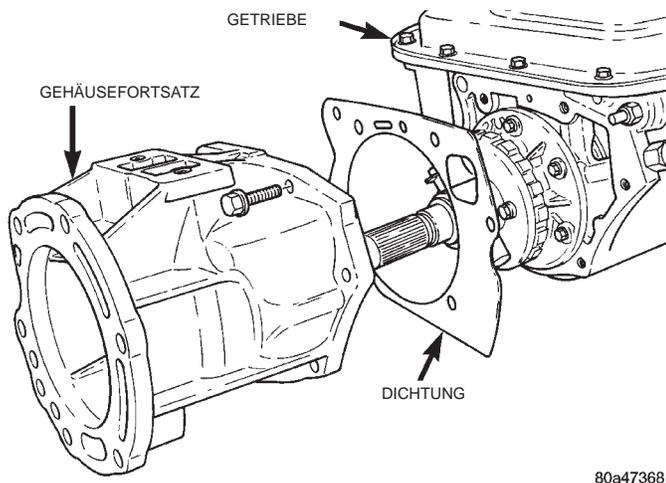

Abb. 21 Gehäusefortsatz
- (1) Fahrzeug anheben und auf Sicherheits-Unterstellböcken abstützen.
- (2) Getriebe mit einer geeigneten Hebevorrichtung abstützen.
- (3) Getriebe-Schutzplatte abbauen. Siehe hierzu Kapitel 13, Rahmen und Stoßfänger.
- (4) Gelenkwellen ausbauen. Siehe hierzu Kapitel 3, Differential und Antriebsstrang.
- (5) Verteilergetriebe ausbauen.
- (6) Die Schrauben herausdrehen, mit denen der Gehäusefortsatz am Getriebegehäuse befestigt ist (Abb. 21).
- (7) Gehäusefortsatz vom Getriebe trennen.
- (8) Gehäusefortsatz nach hinten von der Abtriebswelle schieben (Abb. 21).
(1) Neuen Dichtungsring in den Gehäusefortsatz einlegen. Hierzu Spezialwerkzeug C-4171 und C-3860-A benutzen.
(2) Dichtung für Gehäusefortsatz am hinteren Getriebeflansch auflegen.
(3) Gehäusefortsatz nach vorn über die Abtriebswelle schieben (Abb. 21).
(4) Achse der Parksperrenklinke in die Parksperrenklinke einführen und den Gehäusefortsatz nach vorn drücken, bis die Stange in die Öffnung hinter der Klinke einfährt. Unter Umständen ist es notwendig, die Klinke mit einem Stück Draht seitlich zu fixieren, damit sich die Stange in die Öffnung einfädeln läßt.
(5) Die Schrauben eindrehen, mit denen der Gehäusefortsatz am hinteren Getriebeflansch befestigt wird.
(6) Verteilergetriebe einbauen.
(7) Gelenkwellen montieren.
(8) Hintere Getriebebefestigung und Schutzplatte montieren.
(9) Fahrzeug absenken und Füllstand der Getriebeflüssigkeit prüfen. Falls notwendig, Flüssigkeit nachfüllen.